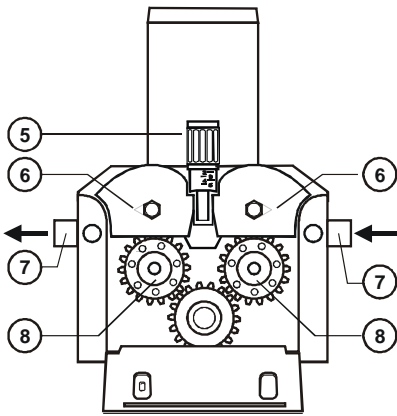

Fig.8 - Motor 4
- Os roletes do motor redutor (8-fig.8&9) e a ponteira da pistola (9-fig.10) devem corresponder ao diâmetro do fio a utilizar.
Seguidamente, deve conduzir-se o fio através dos roletes (8-fig.8&9) e do guia-fio (7-fig.8&9) fazendo-o avançar manualmente alguns centímetros para dentro da pistola. De seguida, fechar as alavancas de
tracção (6-fig.8&9) verificando cuidadosamente se o fio fica alojado na cava do rolete. Para regular a pressão dos roletes deve apertar-se ligeiramente o parafuso de regulação (5-fig.8&9); esta regulação deve ser completada com o motor em funcionamento gradualmente até se verificar que o fio avança sem patinar. Deve reduzir-se esta pressão ao mínimo indispensável evitando deformações do fio por esmagamento.